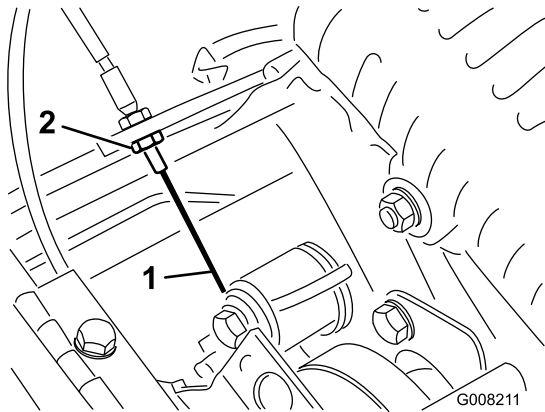

図 46
3. 走行ケーブルの前ジャムナットをゆるめ、後ジャムナット (図 46) を締めてケーブルの張りを出し、3-4 kgの力で走行コントロールがつかないようにする。力の計測はコントロールノブの部分で行う。